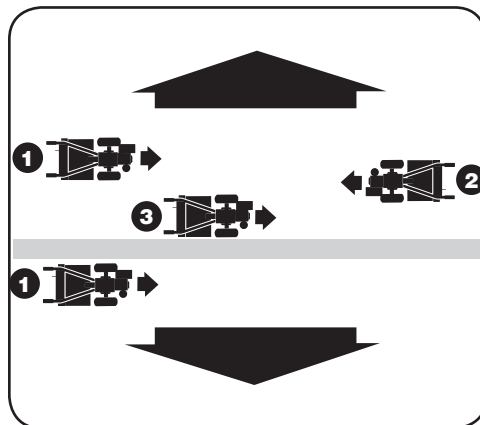

Figura 3-10
- Para crear una terraza, comience en la cima de la pendiente y trabaje hacia abajo. Recorra la primera hilera hacia atrás y hacia adelante como se muestra en la Figura 3-10.